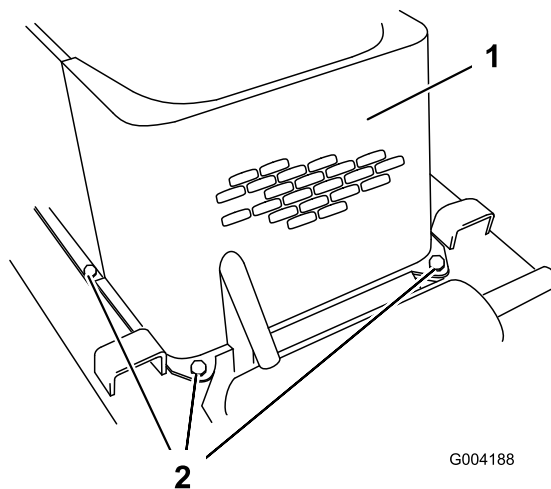

図 28
5. 前部スクリーンをフレームに固定している 4 本のボルトを外す 図 28。